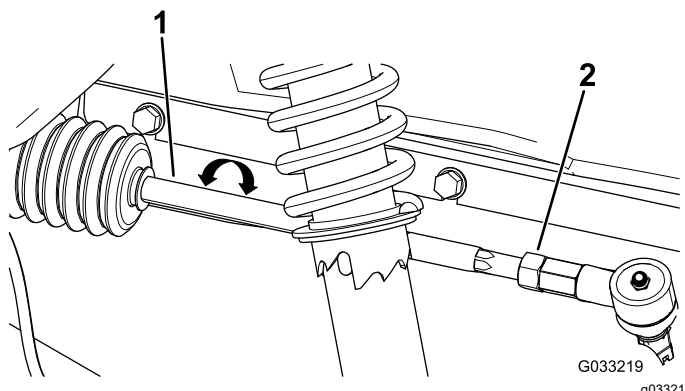

Figura 47
2. Se a medição obtida não se situar entre +/- 0 e 3 mm, desaperte as porcas de retenção nas extremidades das barras (Figura 47).